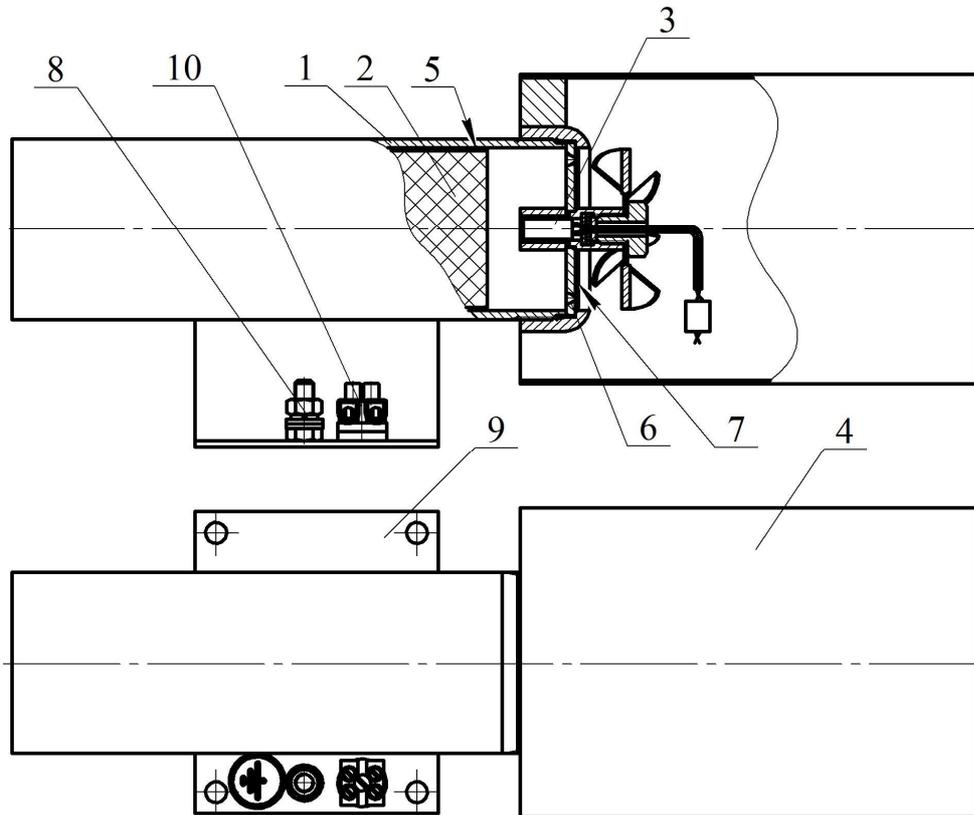

Рисунок 1
4.1.1 ГОА (см. рисунок 1) состоит из корпуса **1**, в котором размещены аэрозолеобразующий заряд **2** с элементом электропусковым **3**, и эжектора **4**. Аэрозолеобразующий заряд **2** отделен от корпуса **1** теплозащитным покрытием **5**. В диске **6** выполнены сопловые отверстия, предназначенные для выхода огнетушащего аэрозоля вовнутрь эжектора **4**. Сопловые отверстия заглушены самоклеющейся пленкой ПВХ **7**. Генератор имеет заземляющий зажим **8**. Со стороны боковой части корпуса **1** ГОА снабжен опорой **9**, предназначенной для крепления генератора к любой несущей поверхности (стена, потолок, пол и т.п.). Для соединения проводов элемента электропускового **3** с пусковой цепью установки пожаротушения на опоре **9** закреплен зажим контактный винтовой **10**.